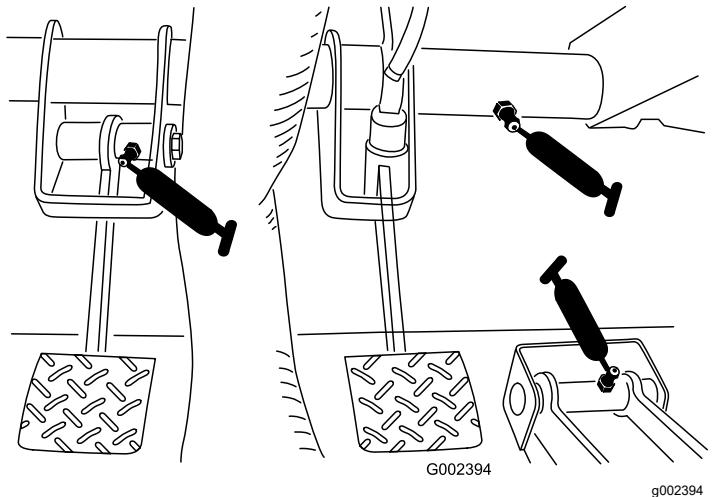

Figura 31
- **Freno (1); fate riferimento alla Figura 31**
- **Frizione (1); fate riferimento alla Figura 31**
- **Acceleratore (1); fate riferimento alla Figura 31**